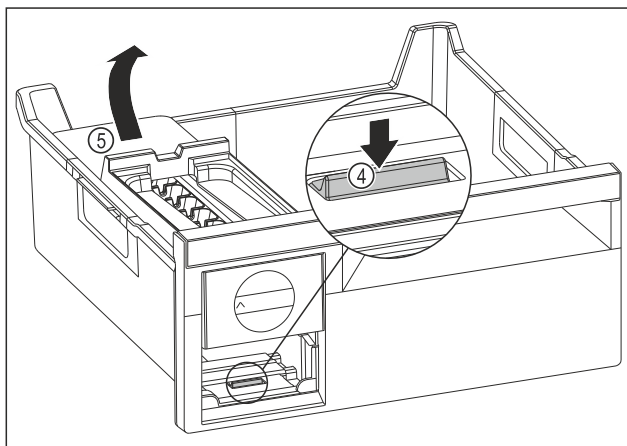

Fig. 183
- ▶ Izvadite tijelo sustava EasyTwist-Ice: Pritisnite jezičak Fig. 183 (4) prstom prema dolje i istovremeno drugom rukom podignite tijelo sustava EasyTwist-Ice Fig. 183 (5) straga.